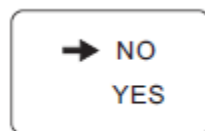

Fig 6.3.3
3) Po w yborze odpowiedniego kraju dw ukrotnie dotknij ekranu by w ejsć do menu pokazanego na rysunku Fig 6.3.3.